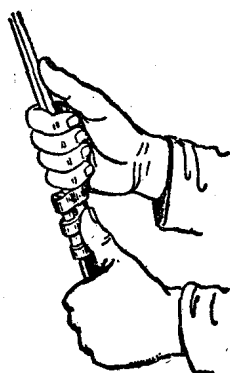

图3 取下枪刺
2. 取下枪刺：将枪托置于地上，上护木向左，左手握住枪口部分，拇指将枪刺卡筴向上推到尽头；右手握住枪刺，将其转向左方，使准星座对准枪刺管的缺口，而后向上取下枪刺（图3）。